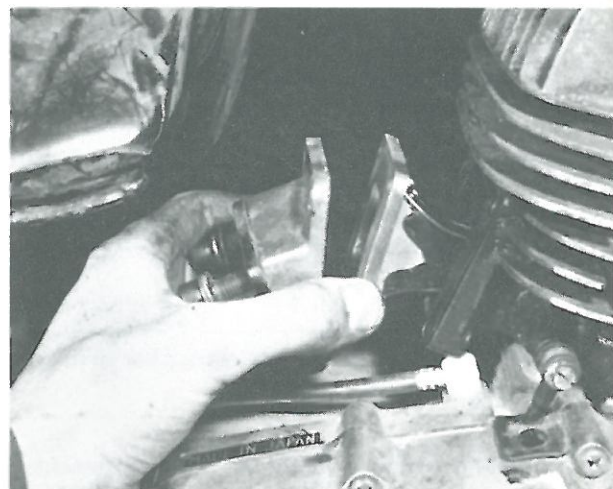

Bild 151
- Das Saugventil und das Zwischengehäuse sind zwischen Vergaser und Zylinder angeordnet und am letzteren mit vier Sechskantschrauben und Scheiben befestigt (Bild 150). Vor und hinter dem Saugventilflansch liegen hitzebeständige Weichdichtungen. Vor Demontage dieser Bauteile sollten Sie deren genaue Lage zum Zylinderblock markieren, um falschen Einbau zu vermeiden. Alle Dichtungen unbedingt beim Zusammenbau erneuern, da einwandfreie Dichtheit sehr wichtig ist (Bild 151).